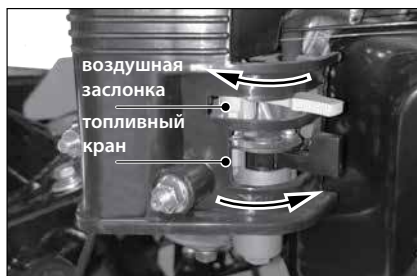

Рис. 14
2. Откройте топливный кран, переведите рычаг в положение «ОТКРЫТО». Рычаг воздушной заслонки карбюратора переведите в положение «ЗАКРЫТО» (рис. 14).